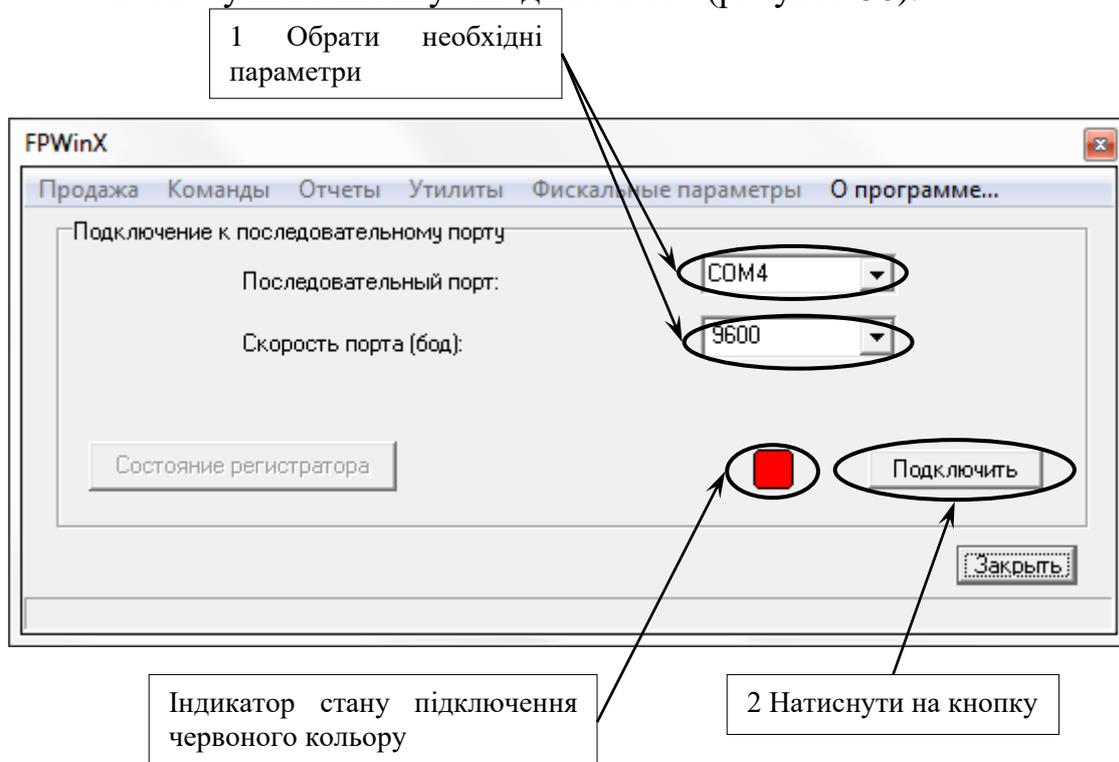

Рисунок 38
- запустити програму «FPWinX.exe» (рисунок 38);
- в полі «Последовательный порт» обрати COM порт, до якого підключено реєстратор (рисунок 38);
- в полі «Скорость порта» обрати швидкість підключення (за умовчанням 9600 біт/с) (рисунок 38);
- натиснути на кнопку «Подключить» (рисунок 38).